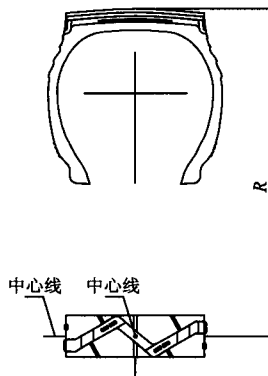
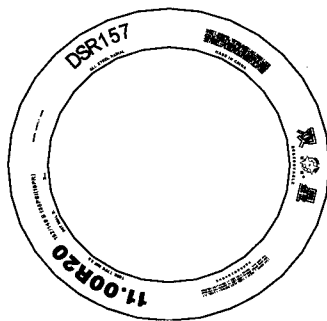

图 1 处理后的轮胎花纹及轮廓平面
图 2 处理后的轮胎胎侧字体平面
处理后的轮胎花纹及轮廓平面如图 1 所示,将该图另存为“轮廓花纹.dxf”,并保存文件。处理后的轮胎胎侧字体平面如图 2 所示,将该图另存为“车牌.dxf”,并保存文件。
(4)将轮胎花纹图及轮廓图的中心点移到坐标原点,以便立体图旋转时使用,而且它在后续绘图时将作为轮胎的中心点,中心线将作为轮胎的旋转轴。中心点及中心线标识见图 1。
(3)选择前视基准面,然后点击菜单中的“插入”命令“DXF/DWG”,打开保存好的“轮廓花纹.dxf”,然后点击完成。轮胎花纹及轮廓图(图 1)就导入到立体图绘制程序中了。选择右视基准面,然后点击菜单中的“插入”命令“DXF/DWG”,打开保存好的“字牌.dxf”,然后点击完成,轮胎胎侧字体图(图 2)就导入到立体图绘制程序中了。
(1)注意选择基准面,当选择一个基准面导入图 1 后,也可以新建一个基准面,只要垂直于前视基准面,就可以将字牌图导入到新建的基准面中。必须将平面图文件的后缀名“\*.dwg”改为“\*.dxf”。